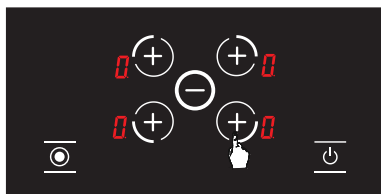

Abbildung 6
2. Die entsprechende Kochplatten-Auswahltaste wird berührt. Bei der ersten Berührung erscheint im jeweiligen Herd das Symbol. (siehe Abb.6) Auch nach der ersten Berührung dient die entsprechende Kochplatten-Auswahltaste als .